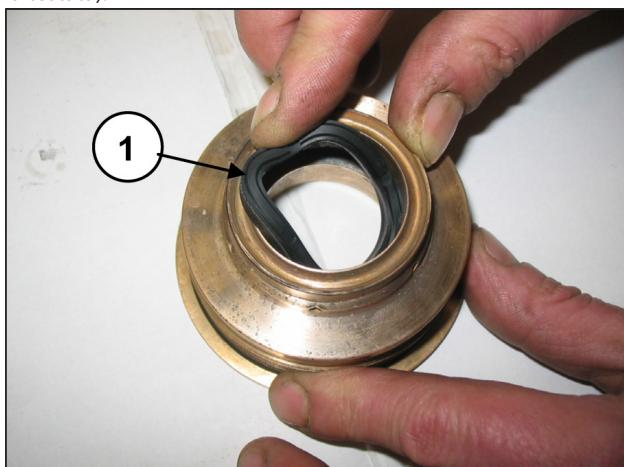

Fig. 174
Inserire la guarnizione di bassa pressione nel supporto guarnizione KC (pos.. ①, Fig. 174) facendo attenzione al senso di montaggio che prevede il labbro di tenuta in avanti (verso la testata).